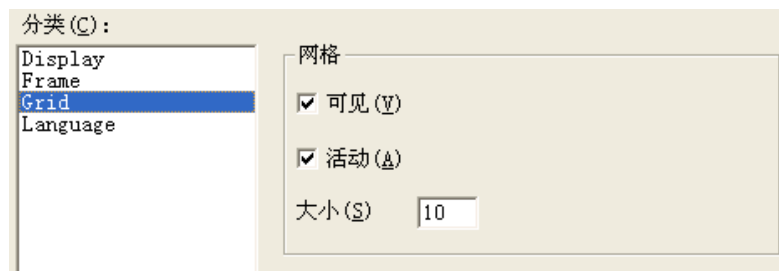

图 11-3-6 网格设置
- **Grid:** 网格设置，如图 11-3-6 所示。